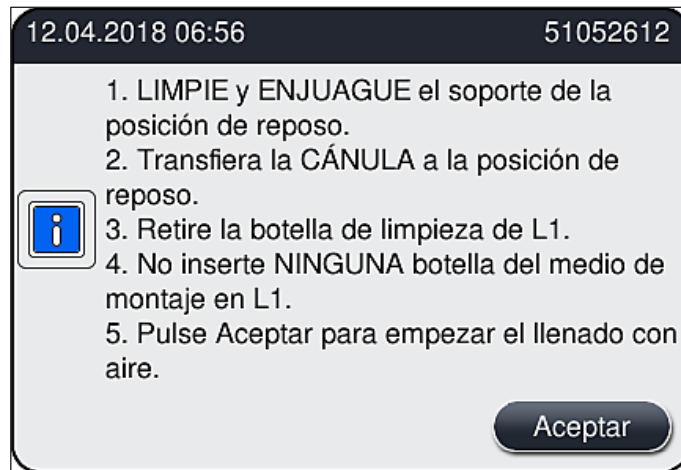

Fig. 106
4. Tenga en cuenta el siguiente mensaje de información (→ Fig. 106), siga las instrucciones que contiene y confirme con el botón **Aceptar**.